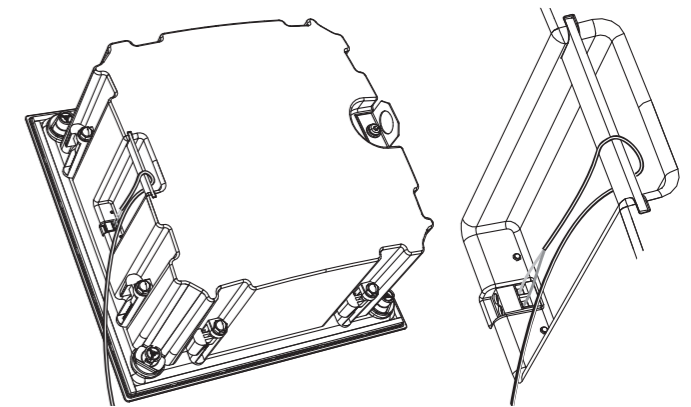

Fig. 15. Wiring the back can
3. Il cavo dell'altoparlante può essere avvolto attorno alla barra vicino ai terminali a vite sul retro del barattolo (Fig. 15).